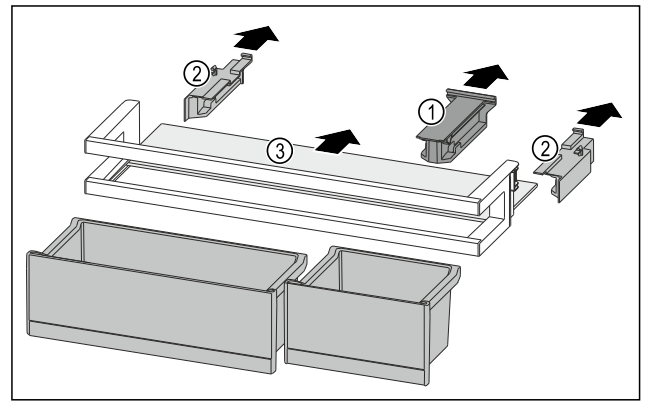

Fig. 260
- ▶ 拉出定位件 Fig. 260 (1)。
- ▶ 拉出侧面部分 Fig. 260 (2)。
- ▶ 取出搁板 Fig. 260 (3)。